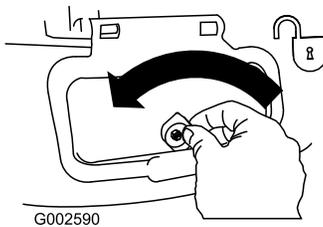

Bild 32
1. Entriegeln Sie die Seitenauswurfklappe (**Bild 32**).